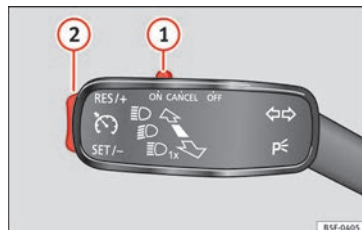

Abb. 187 Blinker- und Fernlichthebel: Schalter der Geschwindigkeitsregelanlage
- Drücken Sie den Schalter **1** »» **Abb. 187** in die Position **ON**.
- Drücken Sie die Wipptaste ② » Abb. 187 » Seite 186 in die Position **RES**.
- Sie können die gespeicherte Geschwindigkeit durch Drücken der Wipptaste ② » Abb. 187 » Seite 186 in die Position **SET** verringern.
- Wenn Sie die Wippe bei einer Geschwindigkeit von weniger als 30 km/h (19 mph) loslassen, wird die Geschwindigkeit nicht gespeichert und der Speicher wird gelöscht. Die Geschwindigkeit muss nach einer Geschwindigkeitserhöhung auf über 30 km/h (19 mph) erneut durch Drücken der Wipptaste ② in Position **SET** gespeichert werden.
Die Geschwindigkeitsregelung **schaltet sich vorübergehend ab**, wenn Sie den Schalter ① » Abb. 187 » Seite 186 in die Position **CANCEL** drücken oder das Brems- bzw. Kupplungspedal betätigen.
- Drücken Sie den Schalter ① » Abb. 187 » Seite 186 in die Position **OFF**.